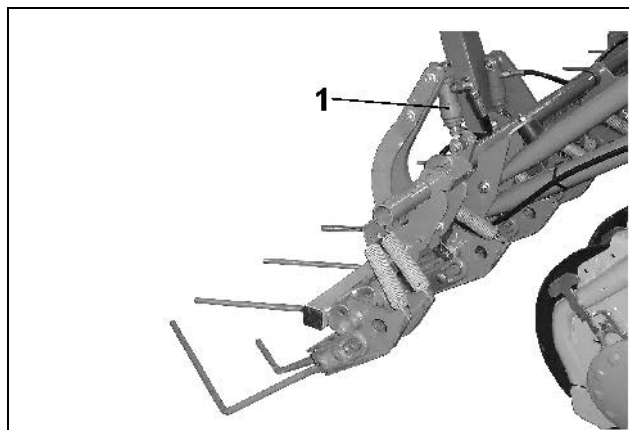
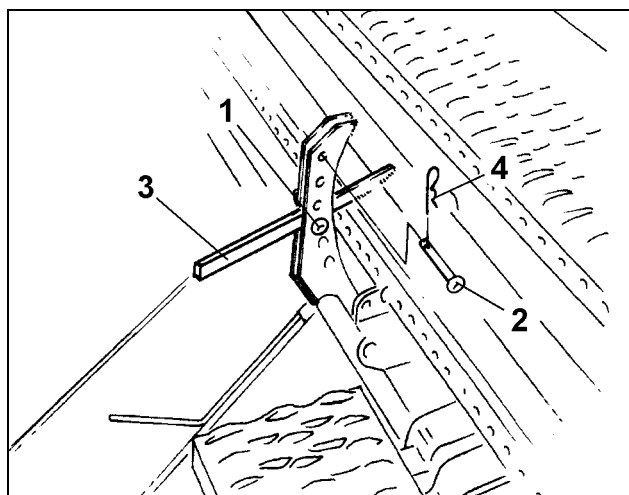

Fig. 88
Fig. 89
Ved skift fra normal til svær jord og omvendt indstilles eksaktdækstriglens tryk ved hjælp af en hydraulikcylinder (Fig. 88/1).
To bolte (Fig. 89/1 og 2) sidder som stop for grebet (Fig. 89/3) i indstillingsbeslaget. Håndtaget, der aktiveres af hydraulikcylinderen (Fig. 88/1) ligger mod bolten "I", når der ikke er tryk på hydraulikcylinderen, og går imod bolten "II" (Fig. 89/2), når hydraulikcylinderen sættes under tryk.
- trykket tages af hydraulikcylinderen (Fig. 88/1)
- bolten "II" (Fig. 89/2) sættes i et hul over grebet (Fig. 89/3) i indstillingsbeslaget og sikres med en hårnålssplit (Fig. 89/4).
- Hydraulikcylinderen (Fig. 88/1) sættes under tryk.
Bolten "I" (Fig. 89/1) sættes i et hul under grebet (Fig. 89/3) i indstillingsbeslaget og sikres med en hårnålssplit (Fig. 89/4).